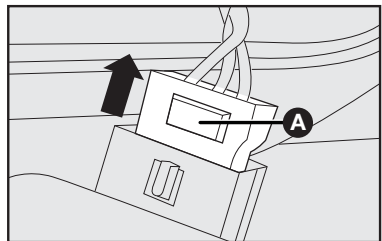

fig. 39
2) Retirar o conector **fig. 39**, pressionando a trava **A** e puxando-o no sentido da seta.